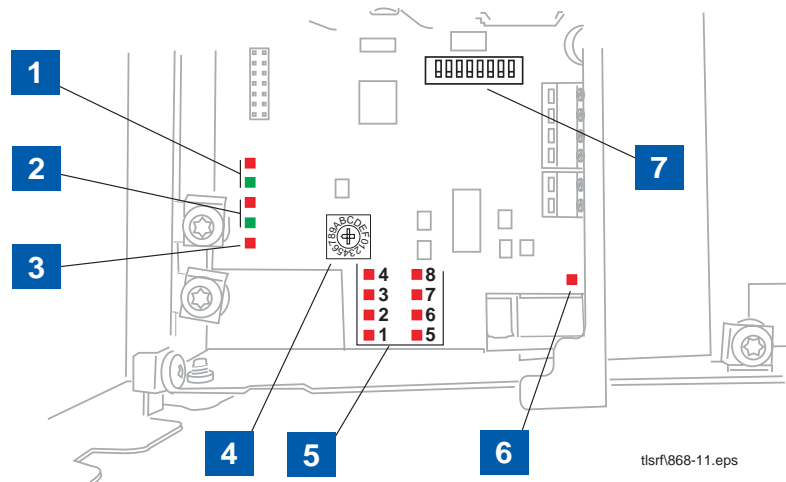

Abbildung 11. TLS RF Diagnose-LEDs und Schalter
2. In diesem Beispiel Sondenausgang 1, bitte die Polarität beachten. Hinweis: Bei jedem Empfang von Sonden­daten blinkt LED 1 (siehe Pos. 5 in Abbildung 11).
Abbildung 11 zeigt die Diagnoseanzeigen und Konfigurationsschalter im TLS RF.
KÄSTCHEN IN ABBILDUNG 11**